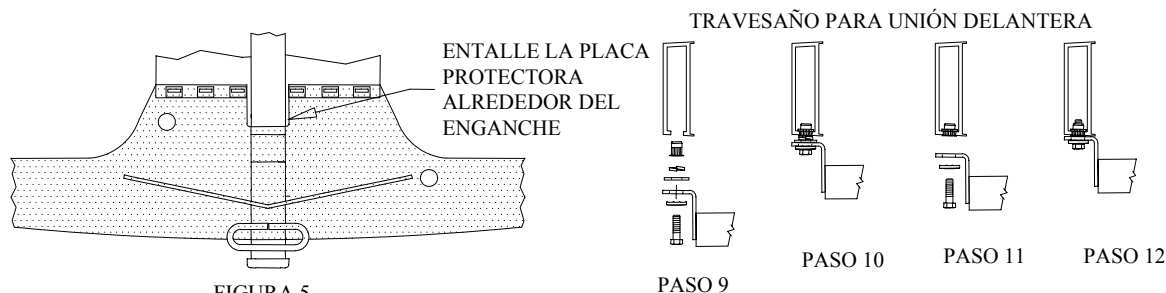

FIGURA 5 .
13. VUELVA A UNIR EL PARACHOQUES Y LA PLACA PROTECTORA. ÉSTA SE DEBE RECORTAR ALREDEDOR DEL ENGANCHE SEGÚN LA FIGURA 5.